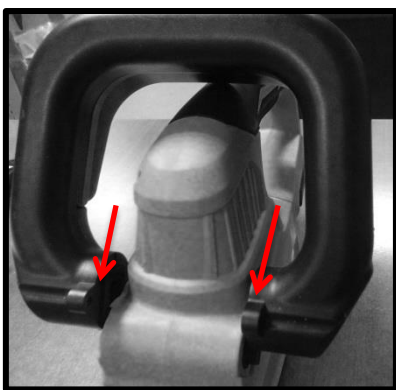
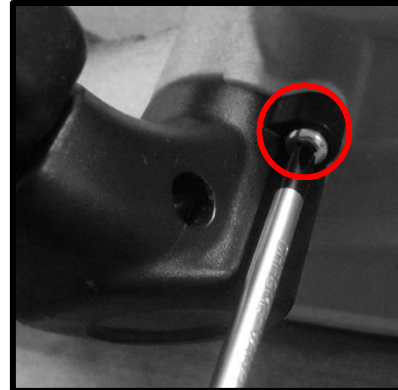

Рис.3
Рис.3b
Рис.3а
- Установите неподвижную переднюю ручку (4) с клавишей блокировки включения (5) (Рис.1, Рис.3) в направлении стрелок, как показано на Рисунке 3,3а.
- **ВАЖНО!** Клавиша блокировки включения(5) должна располагаться с правой стороны от прямой рукоятки!
- Затем полностью затяните рукоятку 4мя винтами (Рис.3b).